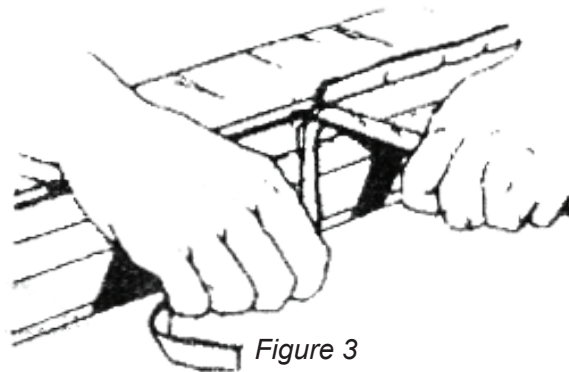

Figure 3
5. Enlever l'excès le tissu sur le côté coussin de la languette tout le long de la bande à l'aide d'un couteau tranchant tel qu'illustré à la Figure 3.